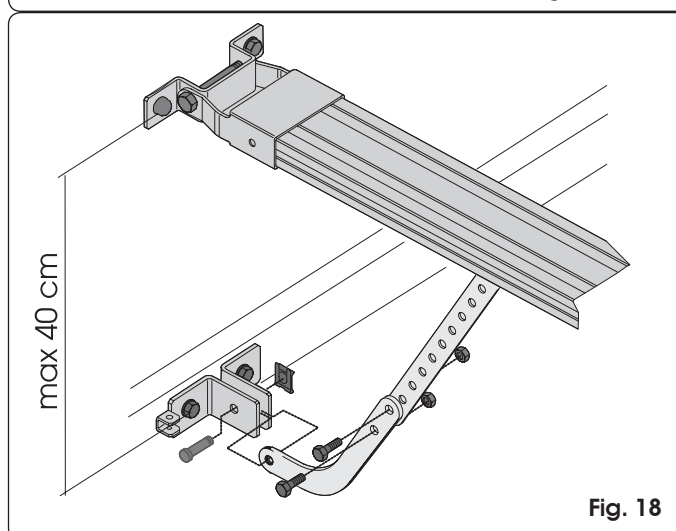

Fig. 18
- Si l'on utilise le bras courbe pour portes sectionnelles (en option) réaliser l'assemblage avec le bras droit du chariot d'après la Fig. 18. Pour améliorer l'efficacité du système anti-écrasement, on conseille de fixer la patte d'attache sur la porte sectionnelle le plus bas possible, mais sans dépasser la distance de 40 cm à partir de la patte d'attache antérieure de l'opérateur